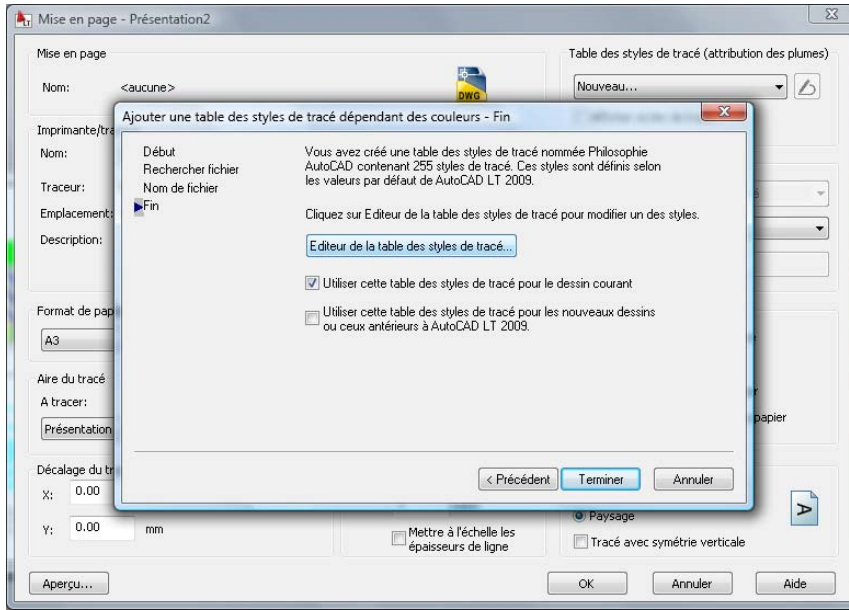

Figure 6.48
7. On clique ensuite sur le bouton Éditeur de la table des styles de tracé (Figure 6.48).